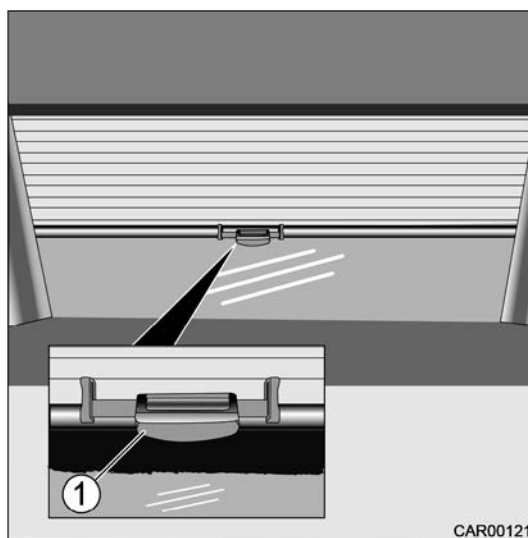

Fig. 86 Store occultant plissé de pare-brise
1. Débloquer le store occultant avec la poignée de déverrouillage (Fig. 86/1) et le tirer vers le bas.